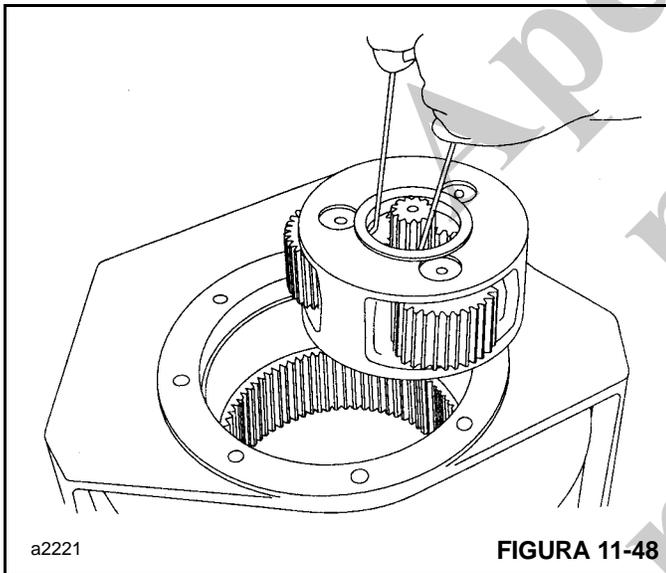

FIGURA 11-48
14. Remova o transportador planetário de saída (Figura 11-48) do tambor. Consulte *Manutenção do transportador planetário*, página 11-28 para obter informações adicionais.